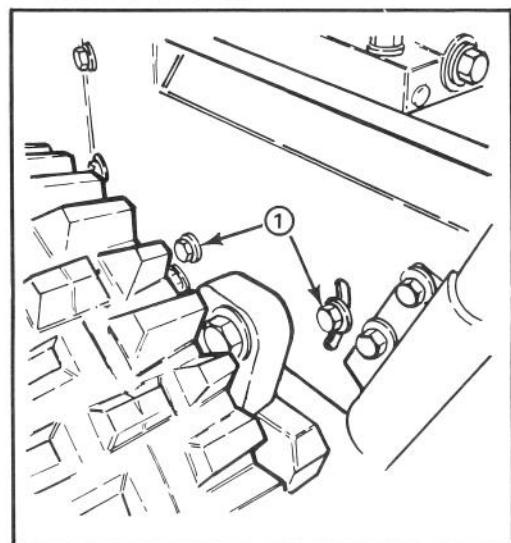

Figure 27
3. Desserrez les 4 boulons à tête à collarette (2 boulons de chaque côté) qui tiennent le châssis de transmission au châssis du moteur (fig. 27).